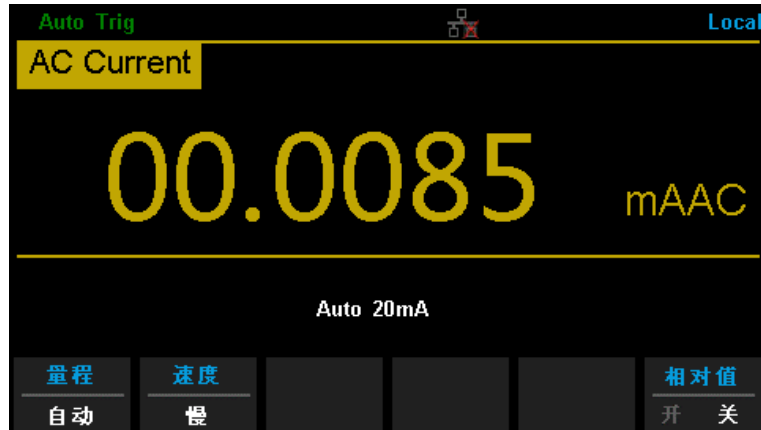

图 2-11 交流电流测量界面
1. 选中前面板的 **Shift** 按键，再按 **ACV** 键，进入交流电流测量界面，如图 2-11 所示。